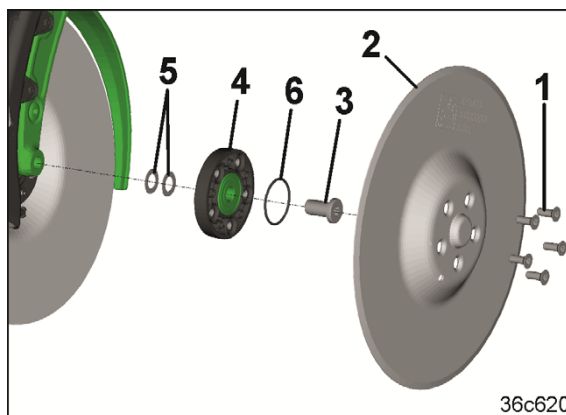

Fig. 258
1. Løsne alle senkhodeskruene (Fig. 258/1) og ta av såskiven (Fig. 258/2).
2. Løsne sentralskruen (Fig. 258/3) og ta av lagerhuset (Fig. 258/4) sammen med avstandsskivene (Fig. 258/5).
Sentralskruen (Fig. 258/3)
3. Skift ut O-ring (Fig. 258/6) ved skade.
4. Fjern/tilføy avstandsskiver (Fig. 258/5) etter behov.
Sett avstandsskiver (Fig. 258/5) som ikke trengs på sentralskruen (Fig. 258/3), siden lengden til gjengehullet for sentralskruen er begrenset.
5. Skru på lagerhuset (Fig. 258/4) med sentralskruen (Fig. 258/3) (tiltrekkingsmoment: 100 Nm).
Kun TwinTeC-labb med lagerhus i stål (Fig. 258/3):
7. Skru på såskiven (Fig. 258/1) med senkhodeskruer (Fig. 258/2) på lagerhuset (Fig. 258/3) (tiltrekkingsmoment: 25 Nm).